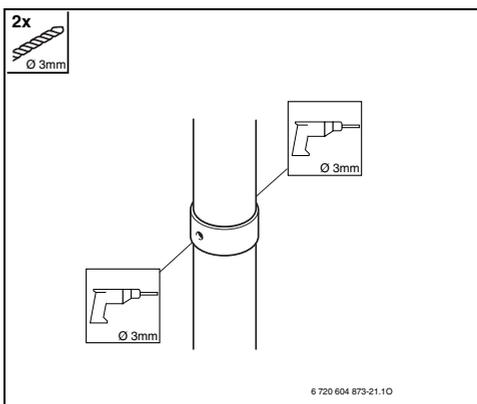

Fig. 33
► Abrir dos orificios de Ø 3 mm, en el tubo del aire de combustión. Profundidad máxima del orificio 8 mm! En ningún caso podrá el tubo de gases de combustión ser dañado (Fig. 33).